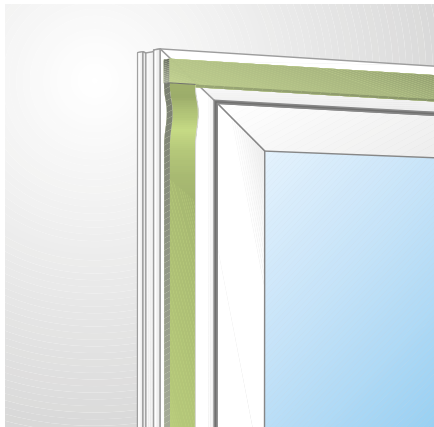

Fig 1
- All kapning och skarvning av bandet sker vinkelrätt och ändarna skall mötas ordentligt, se fig. 1 och 3.
- Bandet får inte vikas runt hörn, se fig. 1.